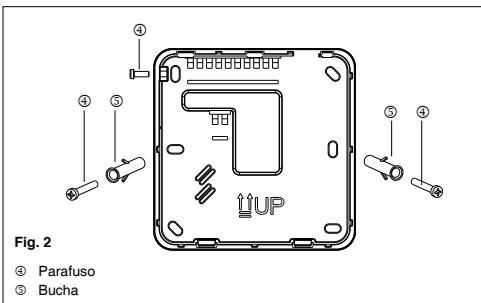

Fig. 2
- Retire o parafuso de bloqueio no lado superior esquerdo para separar a unidade do controlo (Fig. 2). Fixe a unidade na parede e marque os orifícios para perfuração.
- Fixe o comando de parede utilizando as buchas específicas ③.
- Fecho de novo o comando com a sua tampa por meio do parafuso removido anteriormente (Fig. 2).